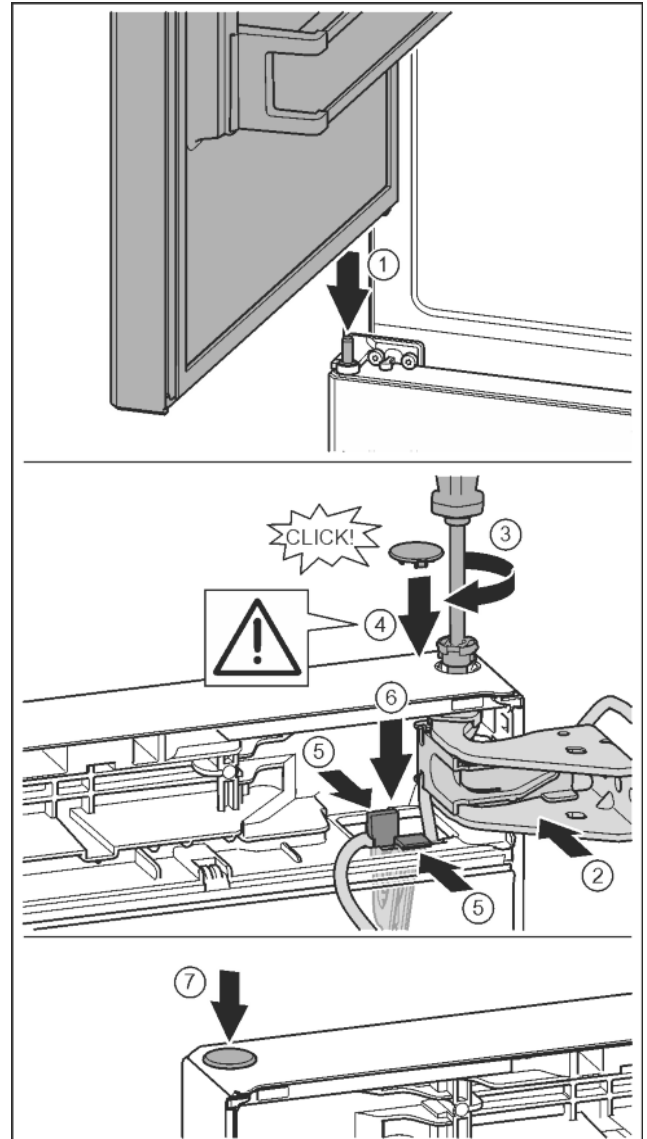

Fig. 32
- ▶ Obere Tür auf mittleren Lagerbolzen setzen Fig. 32 (1)
- ▶ Tür oben zur Öffnung im Lagerbock ausrichten. Fig. 32 (2)
- ▶ Bolzen einsetzen und mit Schraubendreher T15 festschrauben. Fig. 32 (3)
- ▶ Sicherungsabdeckung zur Sicherung der Tür montieren: Sicherungsabdeckung einsetzen und kontrollieren ob sie auf der Tür aufliegt. Ansonsten Bolzen vollständig einsetzen. Fig. 32 (4)
- ▶ Halter mit daran befestigtem Kabel in Öffnung einsetzen. Dabei muss die Lasche mit der längeren Öffnung nach vorne zeigen. Fig. 32 (5)
- ▶ Halter nach unten drücken bis die Lasche einrastet. Fig. 32 (6)
- ▶ Stopfen einsetzen. Fig. 32 (7)